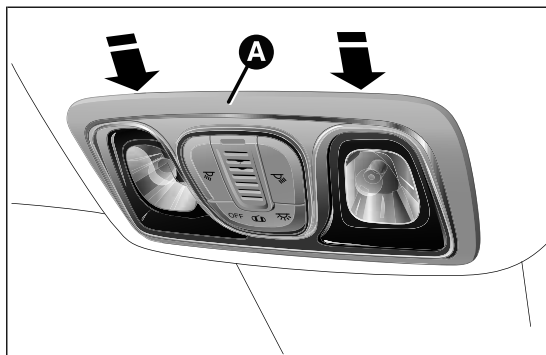

fig. 182
- ☐ extraer el plafón A fig. 182 interviniendo en los puntos indicados por las flechas;
- ☐ fijar el plafón A fig. 182 en su alojamiento asegurándose de que se bloquee correctamente.